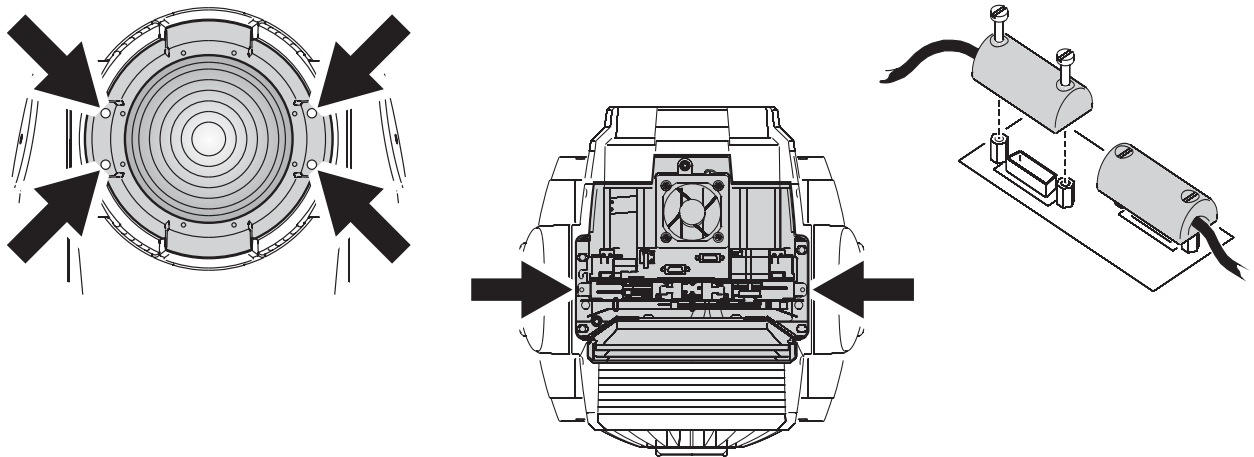

Figure 11: Démontage du module d'effets
3. Retirez les 4 vis de fixation de la lentille frontale (voir Figure 11) et déposez la lentille frontale.
5. Desserrez les vis du connecteur comme indiqué en Figure 11 avant de déposer le module complet de la tête du projecteur.